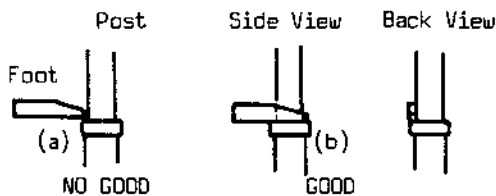

Fig. 2-13
- Die Skala des Mikrometers auf "0" stellen (Bezugsposition), die Bandführung anschließend langsam nach oben bringen, bis der Unterflansch gerade die Unterseite des Fußes berührt, siehe Fig. 2-13. Mit dem Mikrometer genau den Punkt bestimmen, an dem der Unterflansch der Bandführung den Fuß berührt.